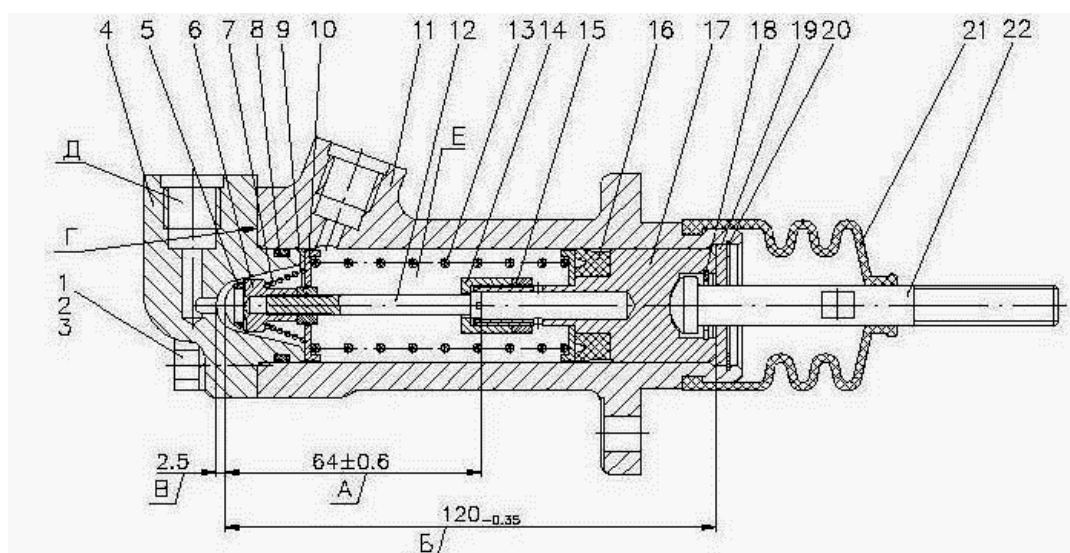

Рис.4.16 Цилиндр главный управления сцеплением на прямом ходу.
3) разберите главный цилиндр управления сцеплением на прямом ходу, (рисунок 4.16), для чего:
3.1) отверните четыре болта (1) и (2), (рисунок 4.16), снимите крышку (4), выньте поршень (17) в сборе;
3.2) отверните гайку накидную (14), (рисунок 4.16), выньте толкатель (12), снимите кольцо (5), манжету (16);
3.3) сборку главного цилиндра производите в последовательности, обратной разборке, отрегулировав размеры (А) и (Б), (рисунок 4.16), при помощи клапана (6) и гайки накидной (14) соответственно. Монтаж поршня (17), (рисунок 4.16), производите со стороны торца «Г»;
3.4) после сборки поршень (17), (рисунок 4.16), должен двигаться плавно, без заеданий и возвращаться в исходное положение после перемещения его на величину 35 мм. Зазор «В» обеспечивает свободное прохождение тормозной жидкости из полости «Д» в полость «Е».